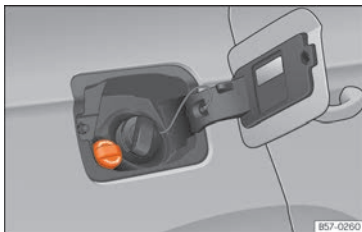

Abb. 268 Verschlussdeckel des AdBlue-Tanks
- Öffnen Sie die Tankklappe »» **Abb. 268**.
- Verschlussdeckel SCR-Einfüllstutzen nach links drehen »» **Abb. 268**.